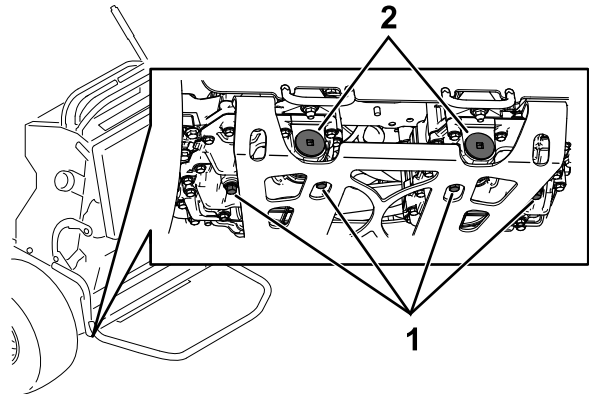

Figura 78
5. Localice el tapón de vaciado en la parte inferior de cada transmisión, y coloque un recipiente de vaciado debajo de los tapones (Figura 78).